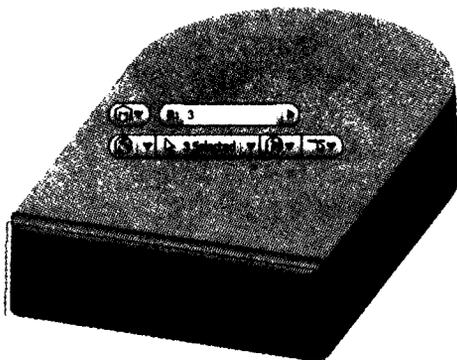

Рис. 7.17. Добавление постоянного радиуса на ребре модели
8. Вернитесь в главный вид, щелкните ребро, как показано на рис. 7.17, установите значение радиуса 3 мм. Не нажимайте **ОК** или **Применить**.